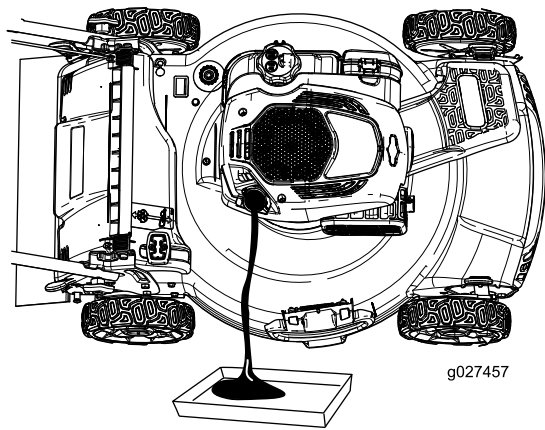

Figura 28
- Ponga la máquina de lado (de modo que el filtro de aire quede hacia arriba) para drenar el aceite usado a través del tubo de llenado de aceite (Figura 28).